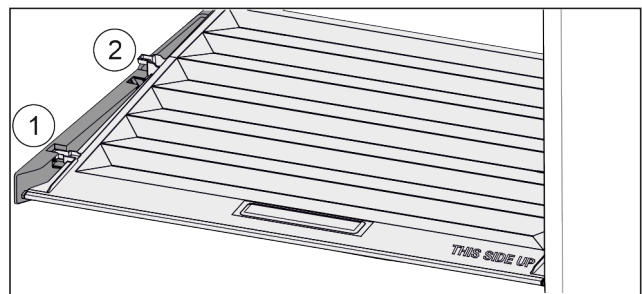

Fig. 34
- ▶ Tirer le couvercle vers l'avant jusqu'à dans l'orifice des pièces de retenue Fig. 34 (1).
- ▶ Le soulever par le bas à l'arrière et le sortir par le haut Fig. 34 (2).